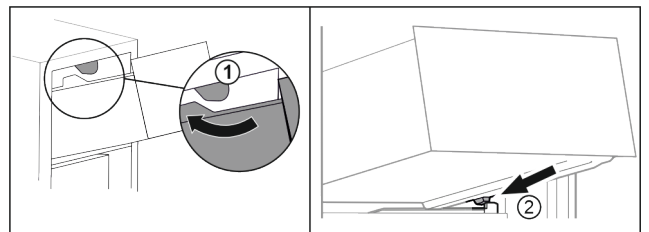

Fig. 22
- ▶ Predal speljite okrog zgornjih zaustavjalnikov. Fig. 22 (1)
- ▶ Predal postavite v poševnem položaju za spodnjimi zaustavjalniki na nastavek za posodo. Fig. 22 (2)